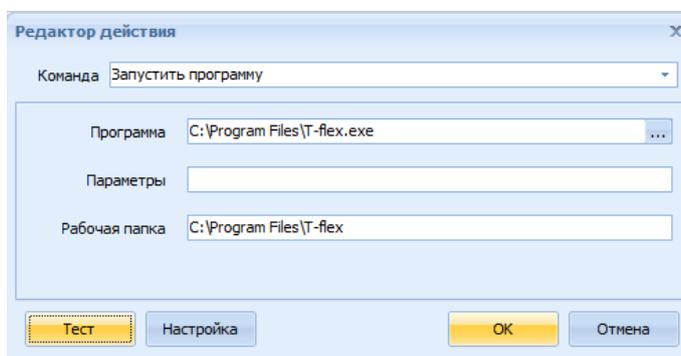

Рисунок 7.46 Окно редактор действия: Запустить программу
- При выборе действия «Запустить программу» в поле **Программа** необходимо указать путь к файлу с расширением exe, а в поле **Рабочая папка** – путь к исходному файлу данной программы. В поле **Параметры** можно указать дополнительные параметры запуска программы (Рисунок 7.46). Чтобы проверить работу команды на запуск следует нажать кнопку **Тест**. По окончании настройки необходимо нажать **ОК**.